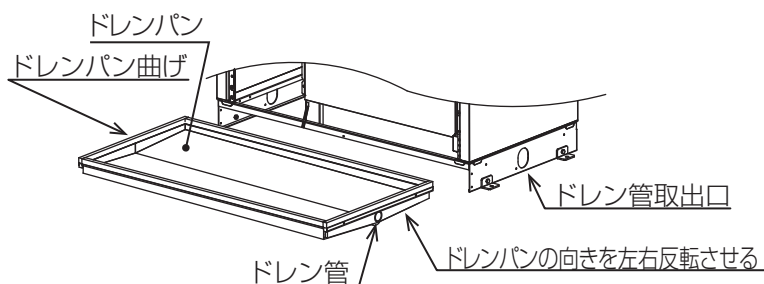

図 3
3. ドレンパンの左右を反転させ [図 3]、逆の手順でドレンパンを取付ける。(段付きねじ：4本)